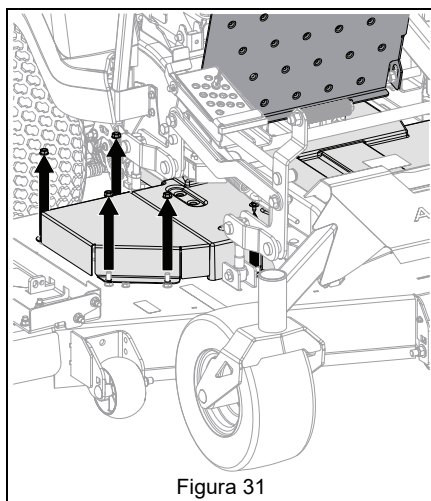

Figura 31
3. Retire los tornillos que sujetan las tapas de la correa a la plataforma y extraiga las tapas de la correa. Consulte Figura 31.